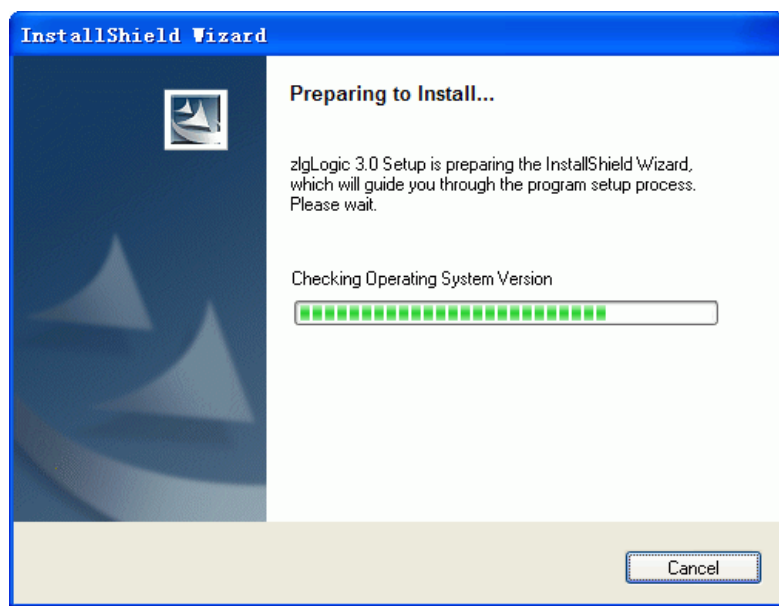

图 3.1 正在准备安装界面
(1) 双击 图标，出现如图 3.1所示的正在准备安装界面。